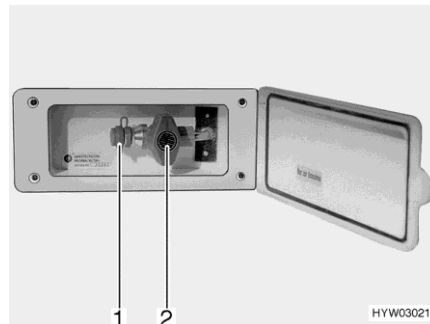

Fig. 172 Presa gas esterna (rubinetto di arresto del gas chiuso)
- Collegare l'apparecchio a gas esterno all'attacco (Fig. 172,1).
- Aprire il rubinetto di arresto del gas (Fig. 172,2).